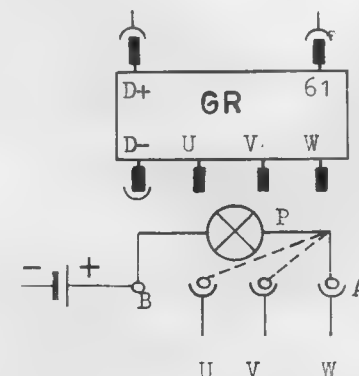

Bild 61
- A nacheinander mit den Kabeln U, V und W verbinden und B an Batterie Plus legen (siehe Bild 61).